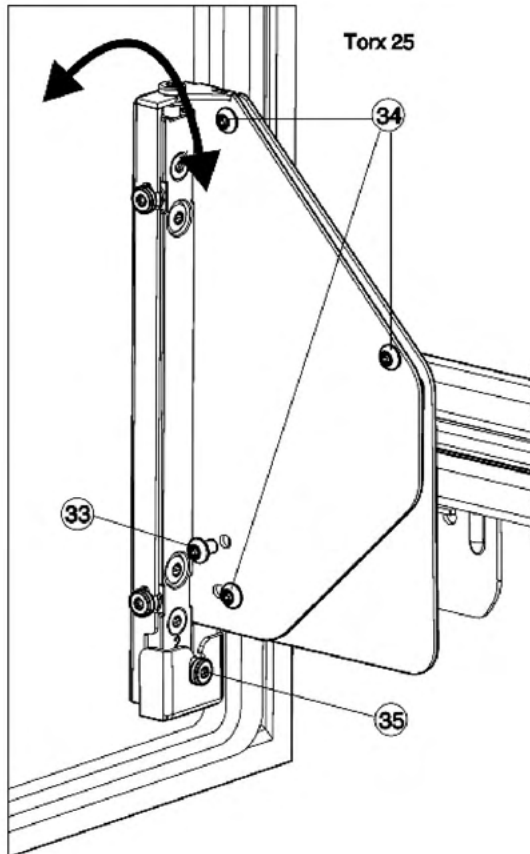

Fig. 25
- ▶ Die Schraube Fig. 25 (33) vollständig herausrauben.
- ▷ Die Schraube Fig. 25 (33) entsorgen, sie wird nicht mehr benötigt.
- ▶ Schrauben Fig. 25 (34) mit 1 bis 2 Umdrehungen nur lösen.
- ▶ Verstellerschraube Fig. 25 (35) drehen. Im Uhrzeigersinn: die Tür oben neigt sich vom Gerätekorpus weg. Entgegen dem Uhrzeigersinn: die Tür oben neigt sich zum Gerät und unten weg vom Gerätekorpus.
- ▶ Nach Beendigung der Neigungsverstellung alle Schrauben Fig. 25 (34) wieder fest anziehen.